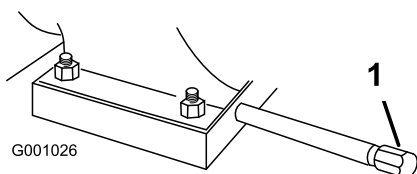

Рисунок 40
1. Очистите поверхность вокруг пробки для слива масла (Рисунок 40).